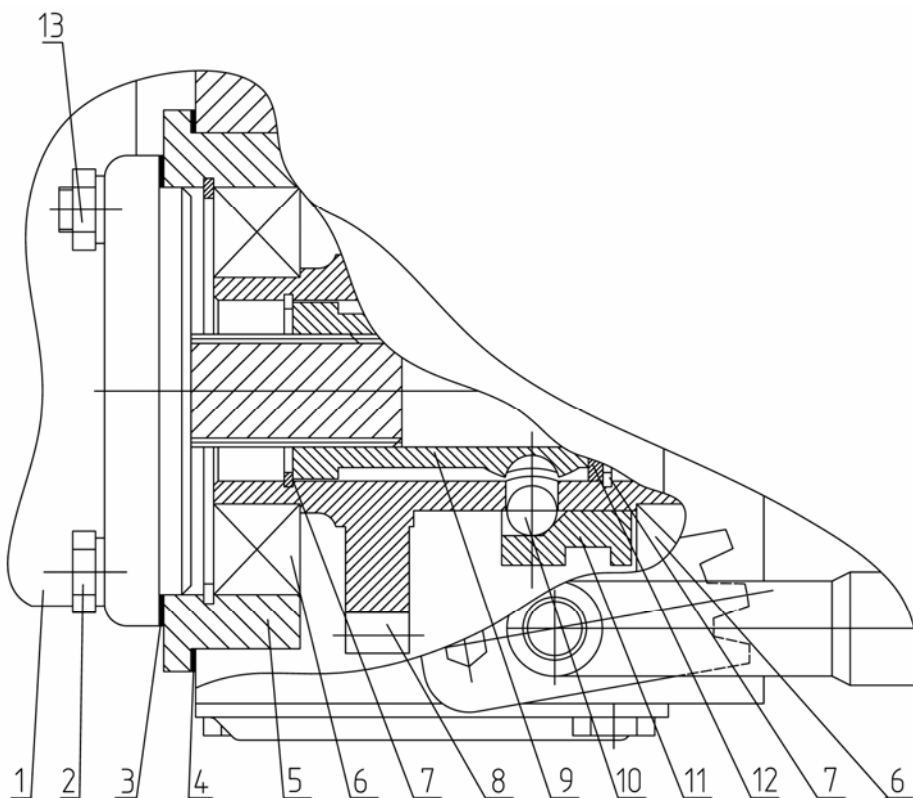
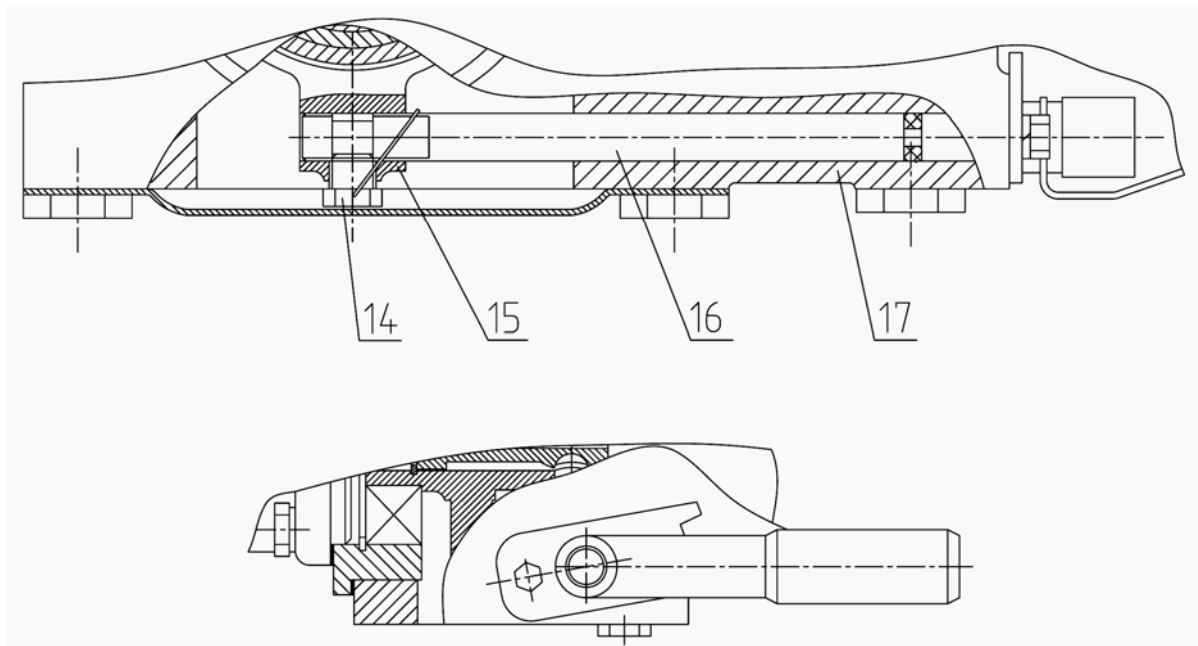
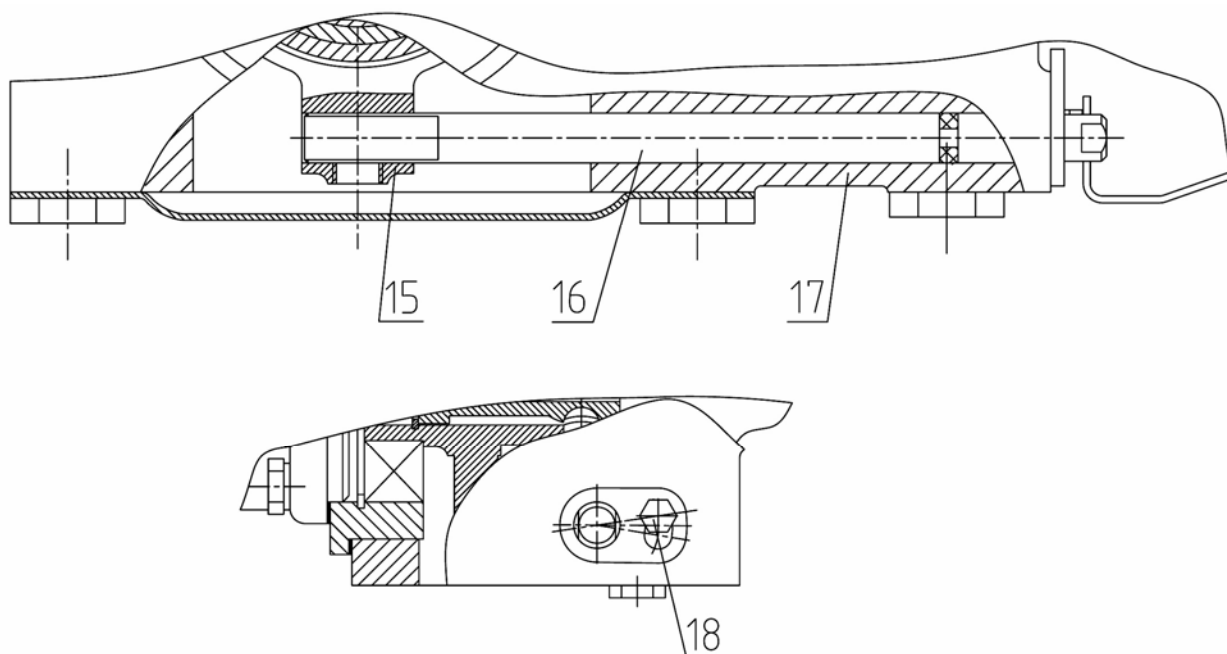

Рисунок 8.17
Рисунок 8.18
Рисунок 8.19
2) отверните болты (2) (рисунок 8.17) и гайки шпилек (13) крепления насоса (1) к маслобаку (17) (рисунок 8.18);
3) снимите насос (1) (рисунок 8.17) и прокладку (3);
4) расшплинтуйте болт (14) (рисунок 8.18) крепления вилки (15) на валу (16) и выверните его;
5) придерживая вилку (15) достаньте вал (16) с рукояткой и вилку (15);
- 6) заверните два демонтажных болта во фланец стакана (5) (**рисунок 8.17**) и достаньте стакан с прокладкой (4);
- 8) снимите с вал-шестерни подшипники (6);
- 9) снимите муфту (11) и достаньте три шарика (10);
- 10) достаньте одно или оба стопорных кольца (7);
- 11) достаньте втулку (9) и шайбу (12).
Примечание: В случае комплектации привода без рукоятки вилка (15) (**рисунок 8.18**) на валу (16) не фиксируется, крепление вала (16) осуществляется болтом (18) (**рисунок 8.19**) к маслобаку (17) (**рисунок 8.18**).